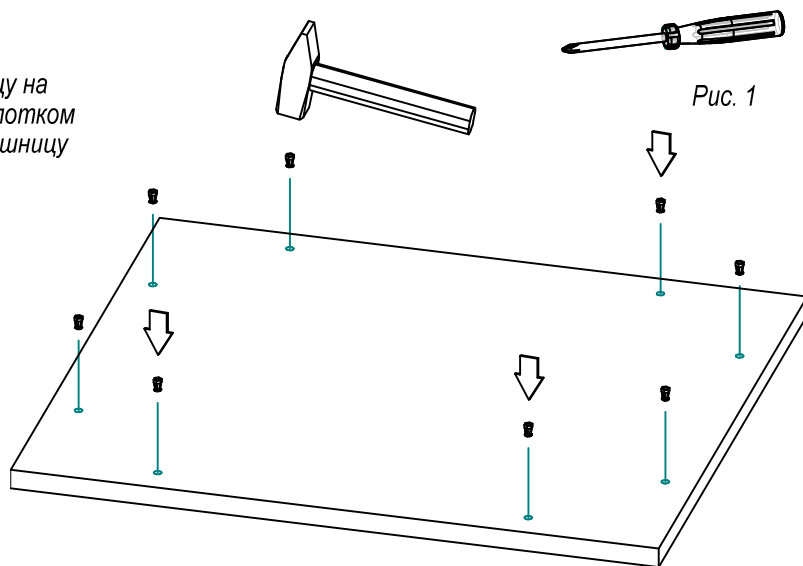

Рис. 1
1. Положить столешницу на жёсткое основание. Молотком вбить футорки в столешницу на всю высоту футорки (рис.1).